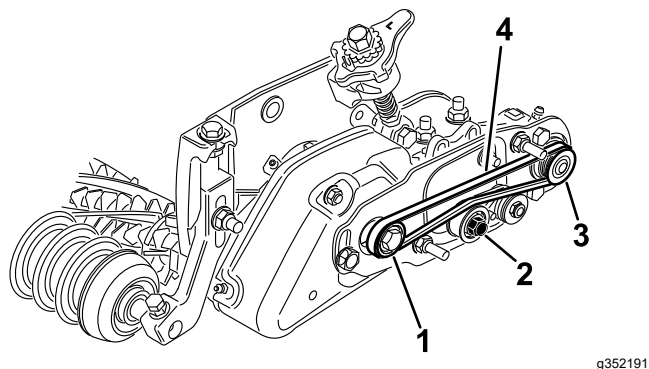

**Figura 31**
20. Togliete il bullone che fissa la puleggia del groomer all'albero di trasmissione (Figura 31).
21. Inserite la puleggia motrice della spazzola nella puleggia motrice del groomer e sull'albero di trasmissione (Figura 31). Verificate che le linguette della puleggia siano inserite nella scanalatura dell'albero di trasmissione.
22. Fissate la puleggia motrice all'albero con un bullone a testa flangiata ( $\frac{3}{8}$ " x 2") (Figura 31). **Serrate il bullone ad un valore compreso tra 47 e 54 N·m.**